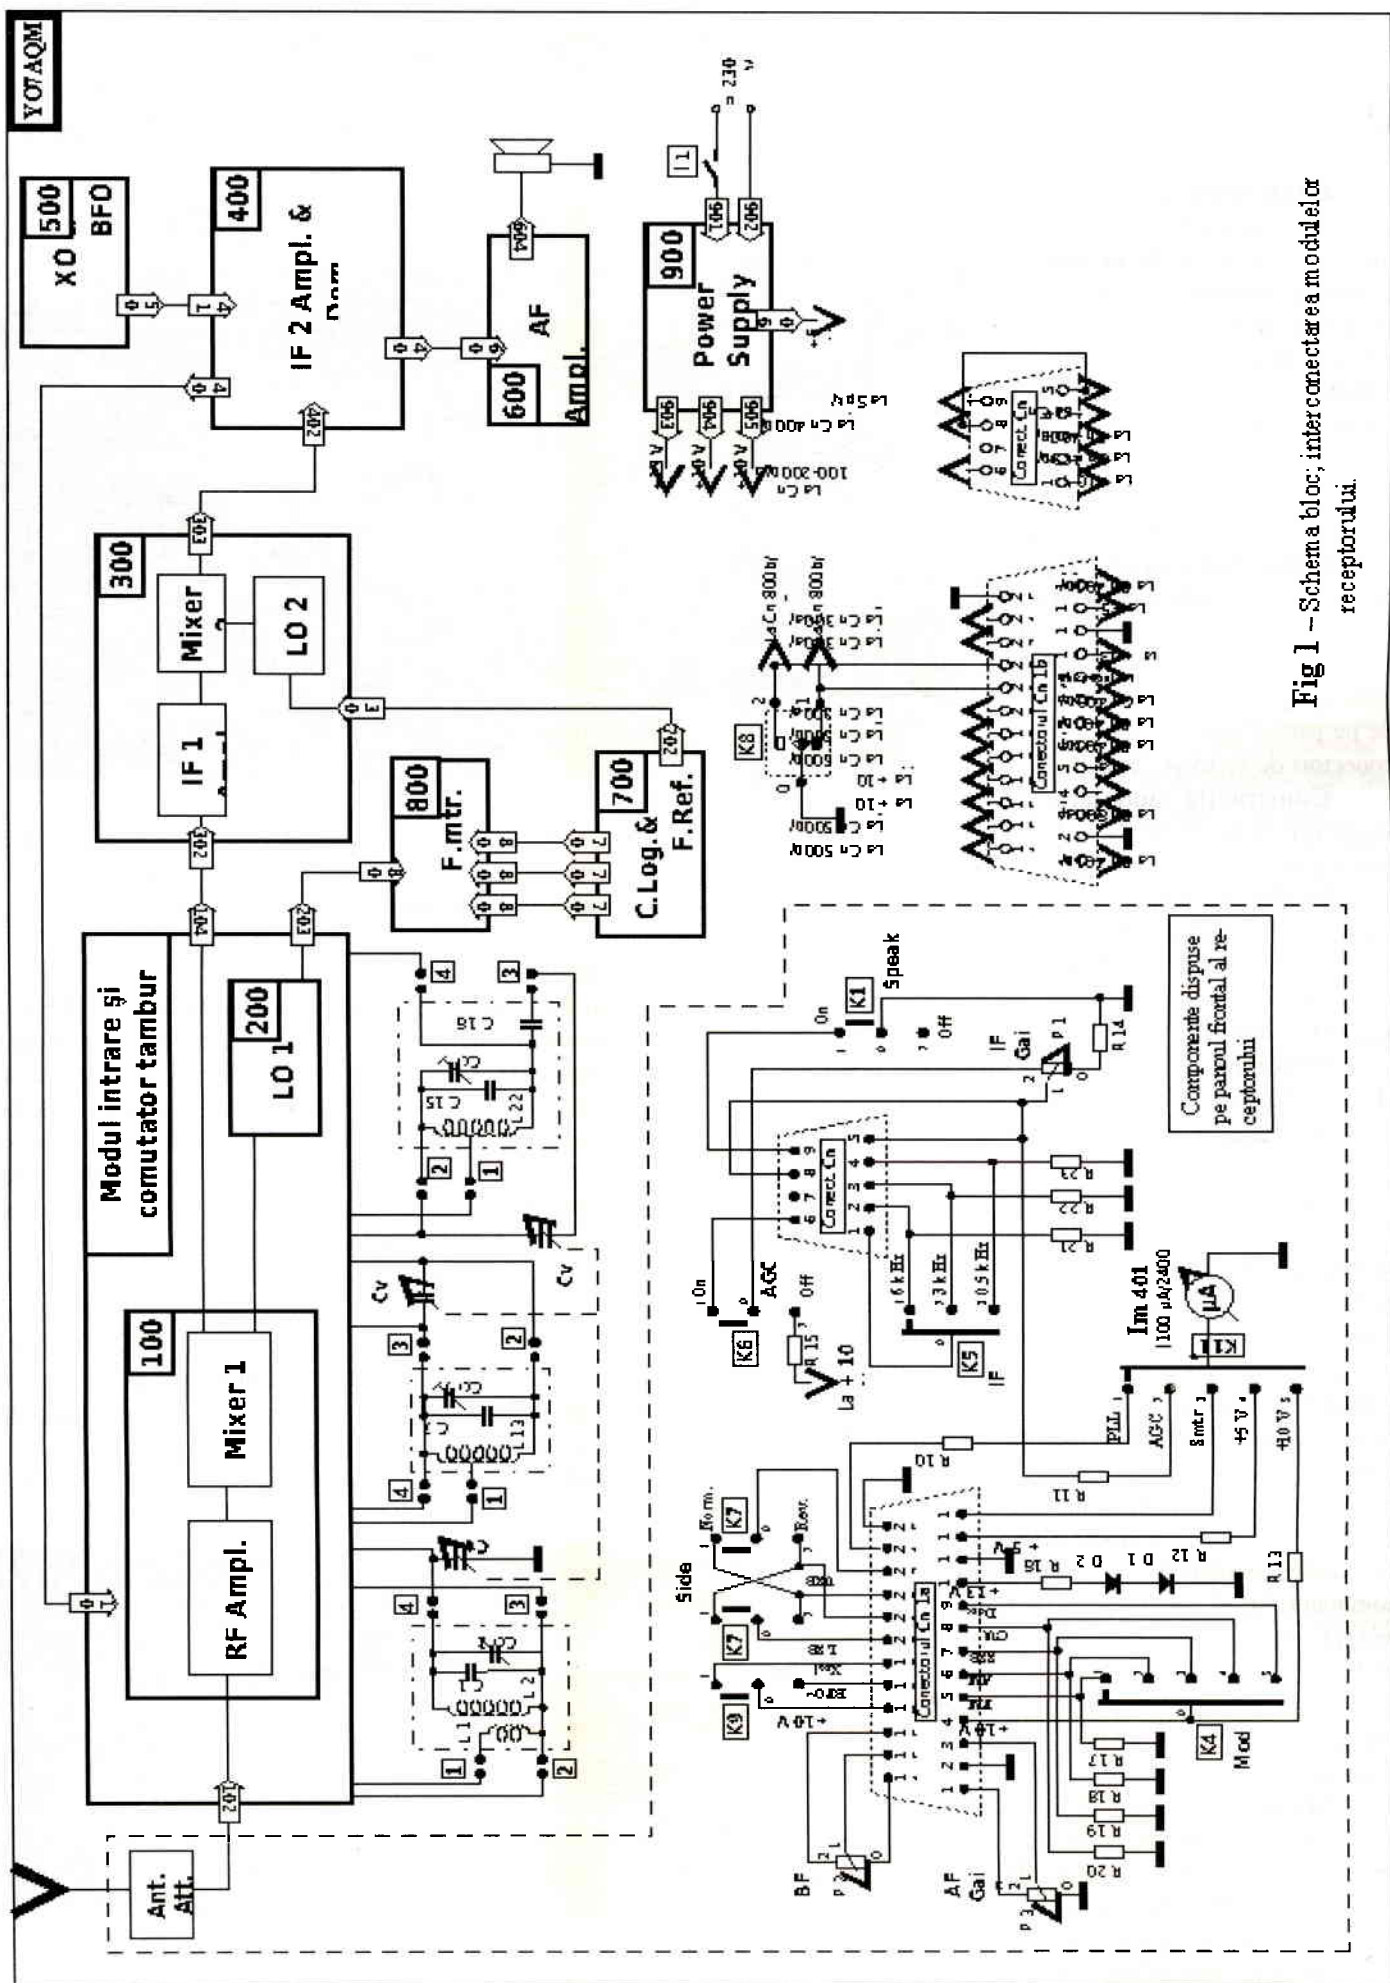

Fig 1 - Schema bloc; interconectarea modulei or receptorului.
Comentariu: Din aceasta notă, aflăm că în anul 1947, "Marea Uniune Sovietică", la 30 de ani dela victoria Revoluției din Octombrie 1917, la capitolul industrie radioelectronică, era la nivelul fabricării în producție de masă, pentru "fericirea" multelor milioane de țărani colhoznici, a unui radioreceptor cu simplă detecție (o..."galena"), într-o cutie de lemn. De altfel, în anul 1948, tot "ajutând Romania"(chiar împotriva voinței acesteia), îi va vinde (probabil printr-un troc cu cereale) și țării noastre "licența"de fabricație a acestui "minunat aparat", precum și piesele componente. Aceasta "galena"(fig.1 și 2) va fi fabricata la noua fabrică românească de radioreceptoare, Radio-Popular (RP). În ce privește cel de-al doilea radioreceptor, acesta nu era cu 7 tuburi electronice, ci numai cu 5 (poate s-a considerat că 2 tuburi erau ...duble!), si era vorba despre "Rekord - 47", un receptor de clasa inferioară, popular, cu UL și UM, cu scala circulară, cu bobine pe carcase de carton, și a cărui licență va fi și ea "cumpărată" de RP și fabricata în 1949 sub denumirea de "Record-S49U".
Schema bloc a receptorului este prezentată în Fig.1. Modulele 100 (amplificatorul RF și primul mixer) și 200 (primul oscilator local) sunt dispuse în blocul comutatorului tambur arătat în Foto.3 și 4. Acest bloc provine de la un receptor militar EKD fabricat în fosta RDG și include comutatorul tambur cu șase poziții, un condensator variabil cu trei secțiuni 10+80 pF și sistemul de demultiplicare pentru acord brut (1/11) și fin (1/680).
Înfășurările pe asemenea ferite au un răspuns în frecvență ca în exemplul din Fig.1.
În toate cazurile cele două componente ale permeabilității variază cu frecvența total diferit una de alta, iar consecința (pentru două tipuri de ferită cu permeabilitate mare) se poate vedea în Fig.1 și Fig.2.
Să revenim pentru unele explicații la curbele din Fig.1:
Pe curbele din Fig.1 probabil "Fcr" se găsește undeva în zona în care începe să scadă inductanța (aproximativ 300 kHz.).